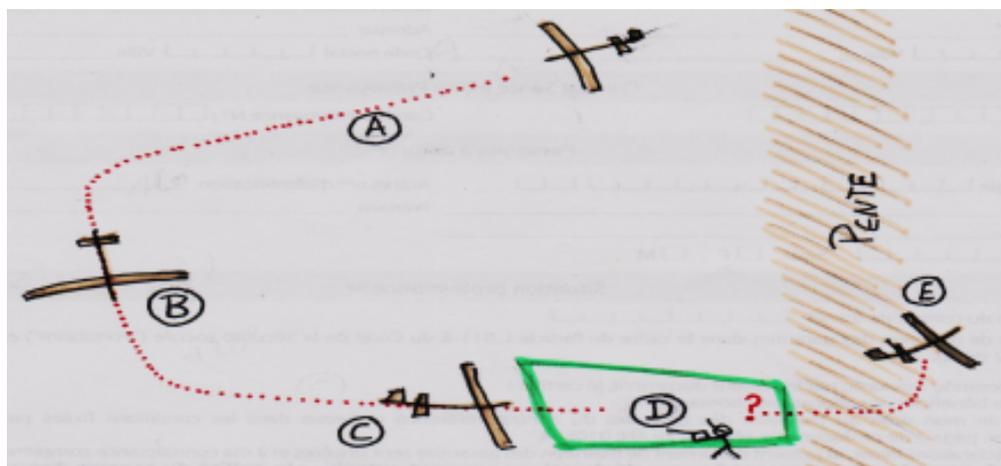

fig.2
- À côté du point d'aboutissement pour poser au pied si la prise de terrain ne présente pas d'obstacle en finale. (fig 2 & 3)
- **Prise de terrain en « U »** (fig 2) La procédure est similaire à un atéro en plaine , c'est aussi la plus précise si le terrain s'y prête.